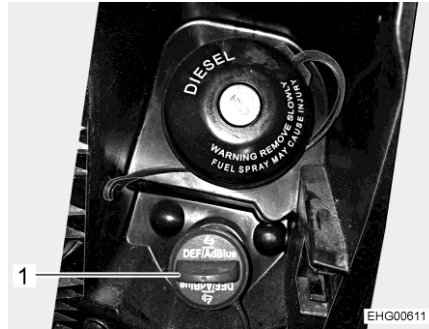
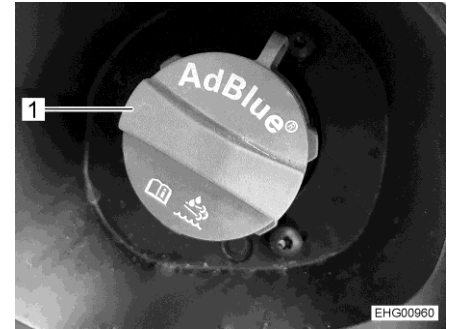

Bild 12 Einfüllstutzen für AdBlue®
Bild 13 Einfüllstutzen für AdBlue®
- Blauen Deckel (Bild 12,1 bzw. Bild 13,1) entgegen dem Uhrzeigersinn drehen und abnehmen.